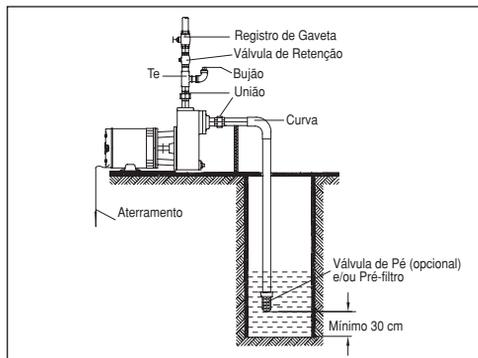

Figura 5 - Instalação Motobomba BCA
- 5 - Recomendações específicas para as **Motobombas Autoaspirantes BCA** (águas servidas, Figura 5):